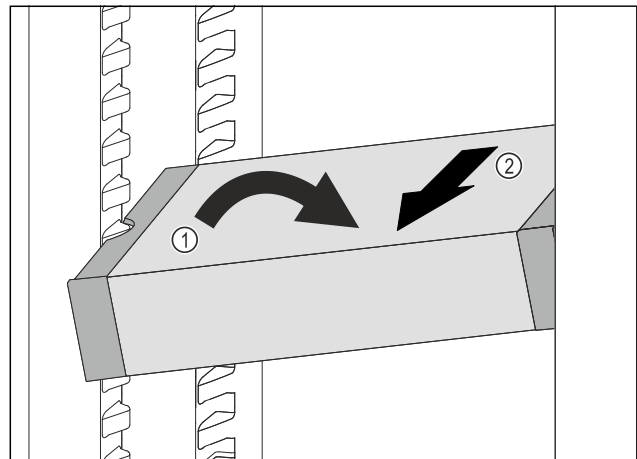

Fig. 109
- ▶ Állítsa ferde helyzetbe a VarioSafe-fiókot a hűtőrészben. Fig. 109 (1)
- ▶ Előrefelé vegye ki a VarioSafe-fiókot. Fig. 109 (2)